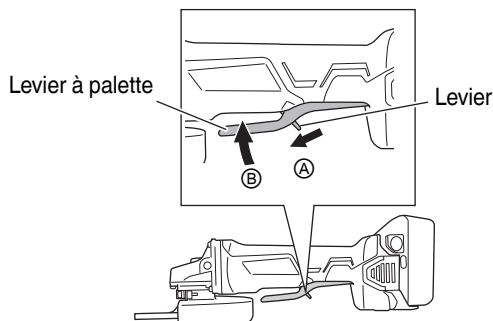

Fig. 7
2. Mettre la meuleuse sous tension (Fig. 7) Pour mettre l'outil en marche, pousser le levier dans la direction de Ⓐ et appuyer sur le levier d'arrêt dans la direction de Ⓑ comme indiqué sur la Fig. 7. Relâcher le levier d'arrêt pour arrêter l'outil.